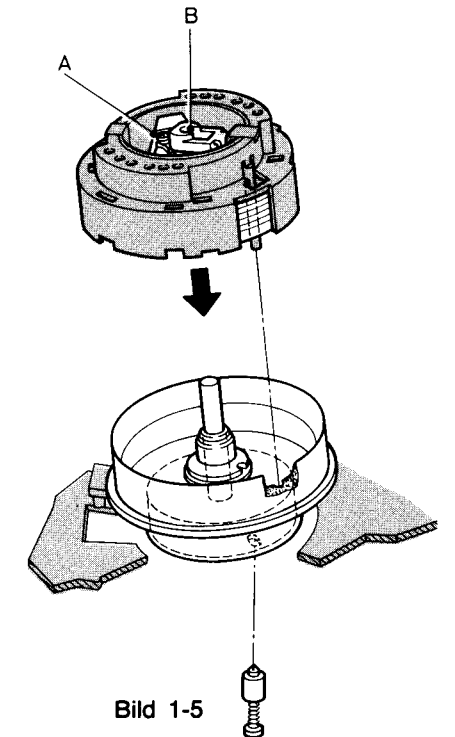

Bild 1-5
- Den Sperrstift (jeder Service-Kopfscheibe beige packt) durch das Loch in dem Kopfscheibenmotor hineindrücken, dabei die Kopfscheibe solange verdrehen, bis der Sperrstift im Loch des Rotors arretiert ist (Bild 1-5).
- Die Kopfscheibe in dem Zentrum mit einer Kraft von 1 N nieder drücken (Schutzhappenzentrum B Bild 1-5).